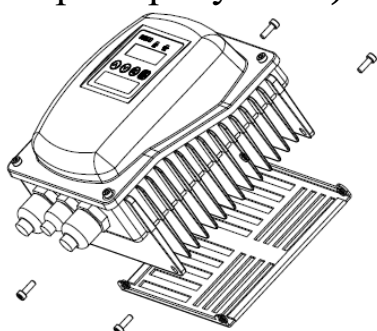

Рисунок 1
1. Снимите металлическую пластину с частотного преобразователя (смотрите рисунок 1).